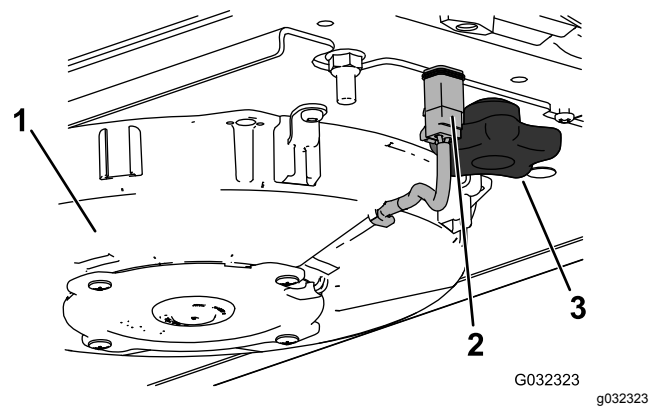
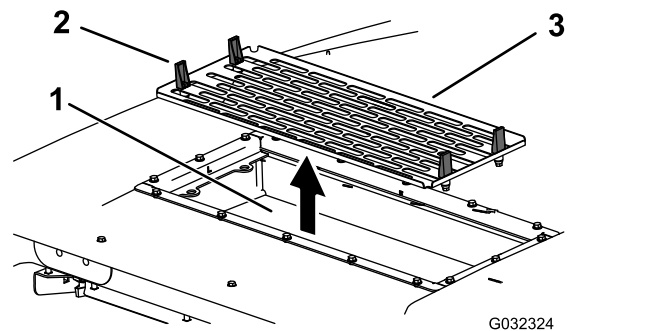

Figura 148
Figura 149
6. Instale os filtros de ar, painel e conjunto da ventoinha (Figura 146, Figura 148 e Figura 149).
7. Ligue o fio de cada uma das ventoinhas (Figura 148).